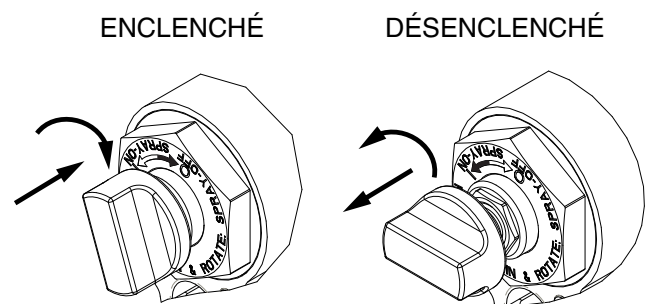

FIG. 6 Verrouillage de sécurité du piston
- Enclencher le verrouillage de sécurité du piston. Voir la FIG. 6.
Appuyer sur le bouton et le faire tourner en sens horaire. Une fois le verrouillage enclenché, le pistolet ne pourra pas fonctionner. Voir la FIG. 6.
Appuyer sur le bouton et le faire tourner en sens inverse aux aiguilles d'une montre jusqu'à ce qu'il ressorte. Un écart devrait alors séparer le bouton du corps du pistolet. Voir la FIG. 6.
1. Enclencher le verrouillage de sécurité du piston. Voir la FIG. 6.
- Enclencher le verrouillage de sécurité du piston (G). Voir la FIG. 6.